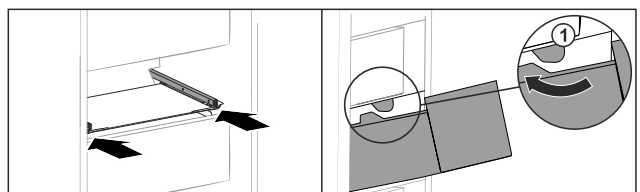

Fig. 154
- ▶ Introduzca el cajón rodeando los topes Fig. 154 (1).